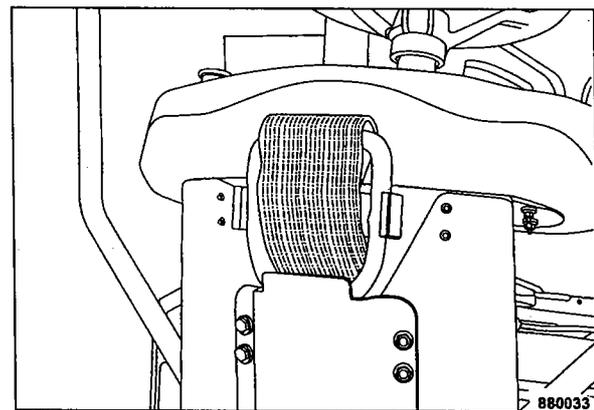

Fig. 84
- Volver a enganchar la armella de elevación en el soporte (Fig. 84).